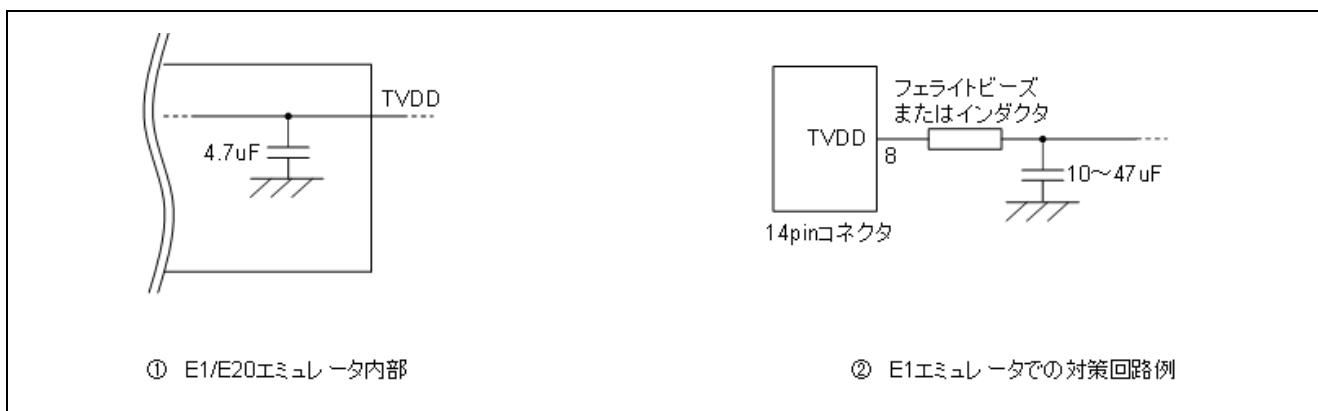

図 2-9 ホットプラグイン向け対策回路
ホットプラグイン接続を使用する可能性がある場合には、下記のような回路構成にしておく必要があります。図 2-9 ①のように E1 エミュレータの 8 番ピンには、エミュレータ内部で  $4.7\mu F$  のコンデンサが付いているため、ホットプラグイン接続を行う場合はユーザシステム上の電源電圧が一瞬低下する場合があります。この電圧降下により MCU リセットが発生する可能性があります。図 2-9 ②に示すように、エミュレータ接続コネクタの TVDD ラインの直近にフェライトビーズ(またはインダクタ)と低 ESR で大きめなコンデンサを付けることで症状を軽減することができますが、本対策は、電圧降下を完全に改善するものではありません。なお、ホットプラグイン接続はデバッグ時のみ有効な機能であり、本機能を使用する場合は、別売のホットプラグインアダプタが必要です。